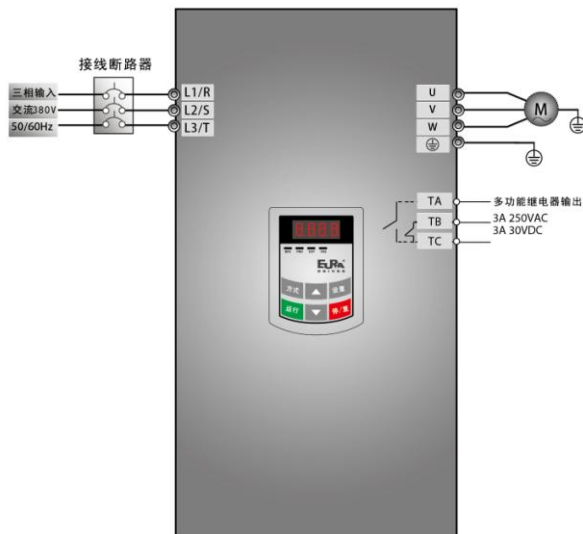

图 5-6 接线图 1
(1) 按图 5-6 配线，检查接线正确后，合上空气开关，变频器上电；
- (2) 按方式键，进入编程菜单。
- (3) 设置变频器的功能参数
- (1) 按图 5-6 配线，检查接线正确后，合上空气开关，变频器上电；
- (2) 按方式键，进入编程菜单；
- (3) 设置变频器的功能参数；
(3) 设置变频器的功能参数；